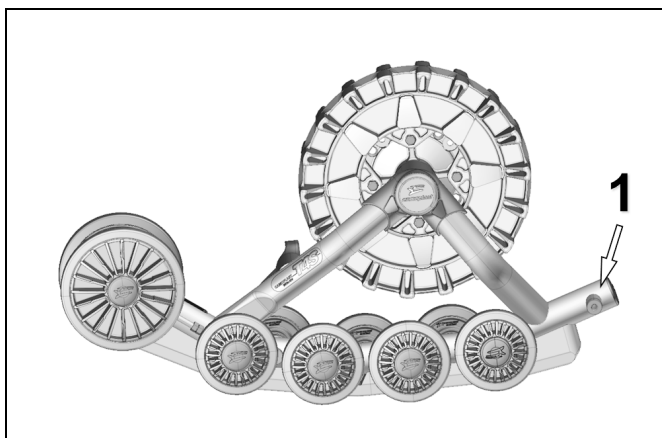

Figure 28
- Enlevez les deux roues de 202 mm (1) du côté opposé au tensionneur de chenille. Voir la Figure 28.